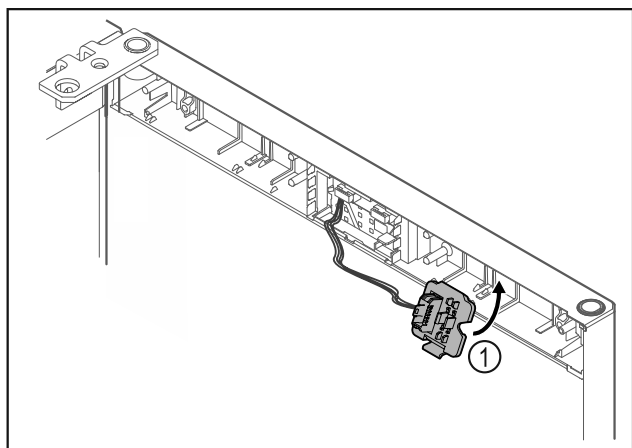

Fig. 19
- ▶ Držalo vtiča Fig. 19 (1) pritrдите na nasprotno stran.